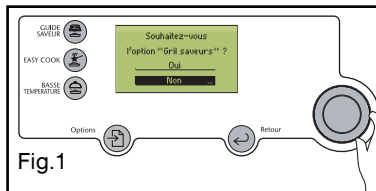
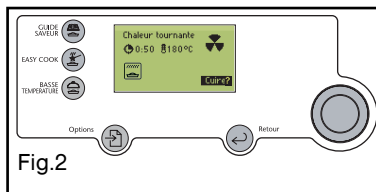

Fig.1
Fig.2
• Grille sécurité anti-basculement (fig.1)
• Plat multi usages (fig.2)
Le four affiche directement l'écran : voir(fig.1).
- Appuyez sur le bouton "Options" (fig.2).
- Appuyez sur le bouton de sélection. Vous accédez à l'écran "Chef" (fig.1).
- Validez votre choix en appuyant sur le bouton de sélection (fig.2).
- Sélectionnez la case  en tournant le bouton de sélection (fig.1).
Vous pouvez entrer la durée de cuisson de votre plat en sélectionnant la case  (fig.1). (tournez le bouton puis appuyez pour sélectionner cette case, entrez la durée de cuisson en tournant le bouton puis validez par un nouvel appui. Lorsque vous réglez la durée de cuisson, l'heure de fin de cuisson (case ) s'incrémente automatiquement (fig.2). Vous pouvez modifier cette heure de fin de cuisson si vous souhaitez que celle-ci soit différée. Dans ce cas, sélectionnez la case  et procédez de la même façon que pour le réglage de la durée de cuisson. Une fois l'heure de fin de cuisson choisie, appuyez pour valider (fig.3).
Après avoir réglé une durée de cuisson, en appuyant une fois sur «OK», le four propose : voir (fig.1).
En validant « O.K. », apparaît dans l'écran : dessin du picto « gril saveur » 5 minutes avant la fin du temps de cuisson programmé, l'indicateur s'anime au centre de l'écran (fig.2). Ne posez pas les plats trop prêts du grilloir pour éviter un dorage trop rapide. Respectez 1er ou 2ème gradin (en partant du bas).
- Sélectionnez la fonction "Mémoires" (fig.1).
- Sélectionnez "dernière cuisson". L'écran affiche alors les derniers réglages concernant la dernière cuisson (fig.2).
Une fois que vous avez validé, appuyez sur "cuire", votre programme de cuisson démarre immédiatement ou se met en veille si vous avez différé votre heure de fin de cuisson (fig. 1).
- Appuyez sur le bouton "Guide Saveur" (fig 1).